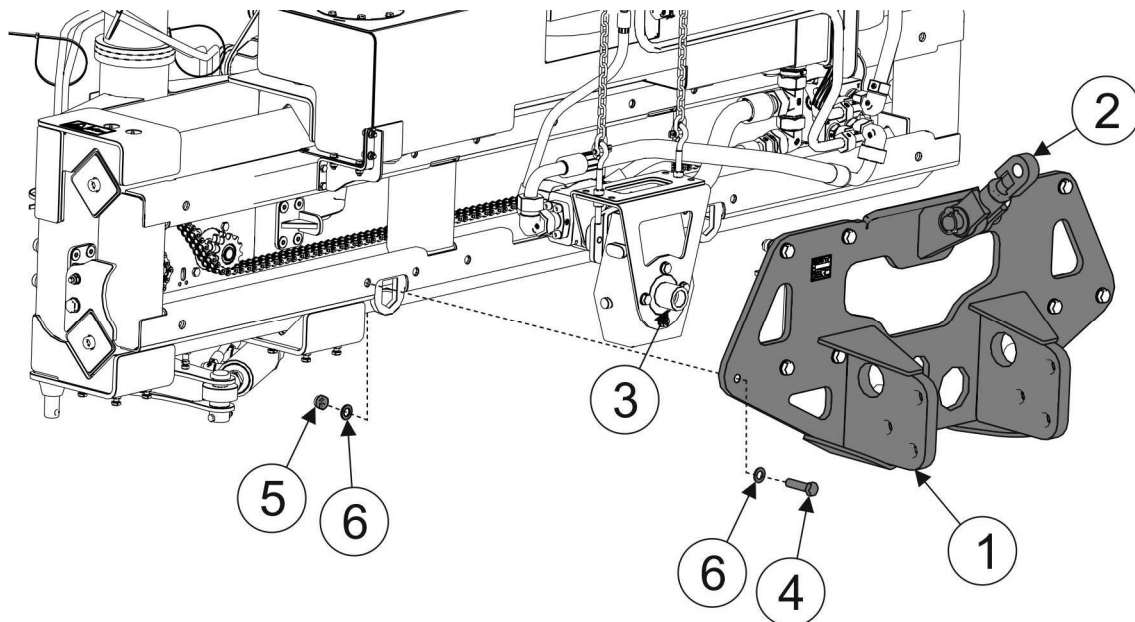

ABBILDUNG 3.2 Aufhängung
(1)- untere Stützen der Übergangsplatte der Aufhängung; (2)- Zentralverbindung; (3)- Anschluss des Multiplikators für Schlepper (4)- Schraube; (5)- Mutter; (6)- Unterlegscheiben.
Als Hauptkomponente der Aufhängung (ABBILDUNG 3.2) des Multifunktionsauslegers gilt die Übergangsplatte bestehend aus zwei Stützen (1) und einer Zentralverbindung (2) zur Verbindung mit der vorderen Dreipunkthydraulik des Schleppers. Der Anschluss des